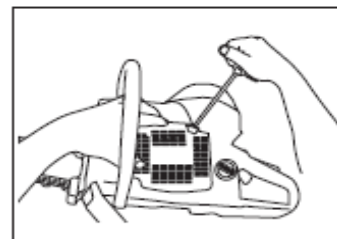

Fig. 5
- \* Para fixar novamente a caixa do arrancador, puxe primeiro o fio do arrancador e depois mantenha a caixa do arrancador contra o cárter do motor (Fig. 5). Largue lentamente o fio do arrancador para que a polia se coloque entre os linguetes.